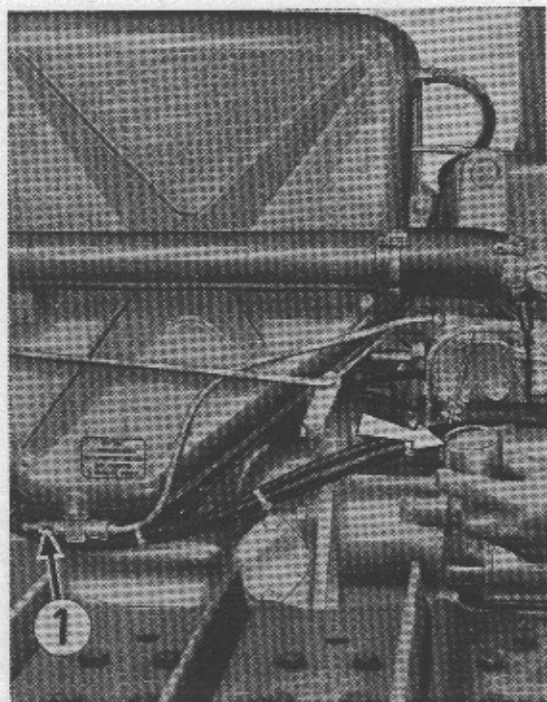

Fig. 46
- 4) **Prefiltro a bicchiere per combustibile** - Lavare con petrolio o benzina il prefiltro a bicchiere per combustibile (fig. 46). Controllare lo stato della guarnizione.